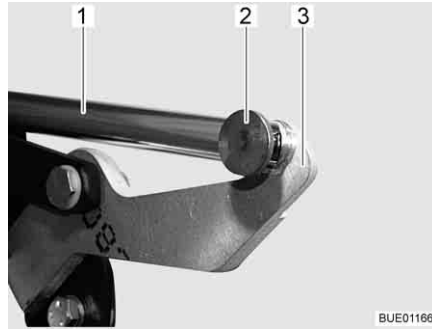

Bild 129 Antrieb
- Verbindung (z. B. Splint und Stift) (Bild 129,2) zwischen Schubstange (Bild 129,1) und Hebel (Bild 129,3) abnehmen.